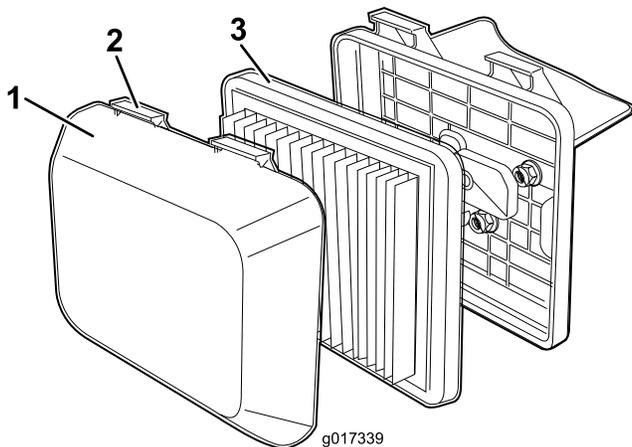

Рисунок 20
1. Нажмите на язычки защелок, расположенные наверху крышки воздухоочистителя (Рисунок 20).
3. Извлеките фильтр (Рисунок 20).